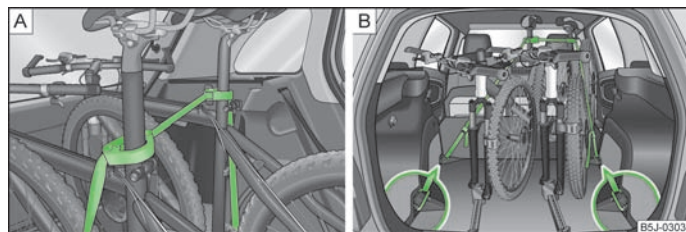

Fig. 57 Fixar as bicicletas
- ▶ Coloque a braçadeira com a parte de borracha virada para a frente (no sentido da deslocação), o mais baixo possível no suporte do selim, e feche a braçadeira » Fig. 57 - **A**.
- ▶ Ao transportar duas bicicletas, estique a cinta » Fig. 57 - **A** entre os selins, afastando as bicicletas uma da outra.
- ▶ Engate os mosquetões nas extremidades das cintas nos olhais de fixação por trás dos bancos traseiros » Fig. 57 - **B**.